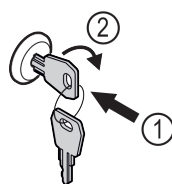

Fig. 153 Príklad zobrazenia
- ▶ Zatlačte kľúč Fig. 153 (1).
- ▶ Otočte kľúč o 90° v smere hodinových ručičiek Fig. 153 (2).